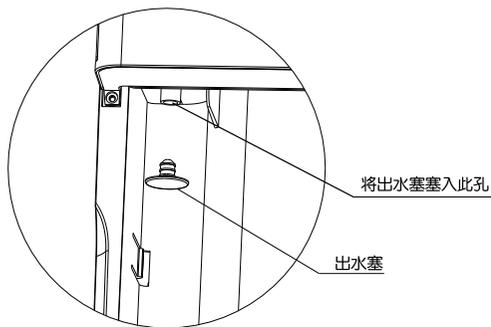

图2
- d、将取出的出水嘴塞，塞住水箱出水口处（如图2），并将水箱重新推入机体。